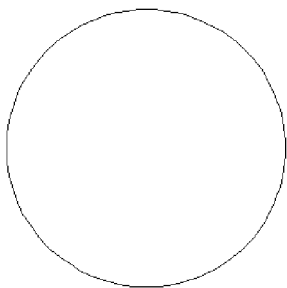

图 12-29 绘制的圆
3) 【常用】功能区 | 【绘图】选项板 | 【圆】按钮，单击任意一点作为圆心，在命令行中输入半径 8，按回车键，绘制出一个直径为 16 的圆，如图 12-29 所示。